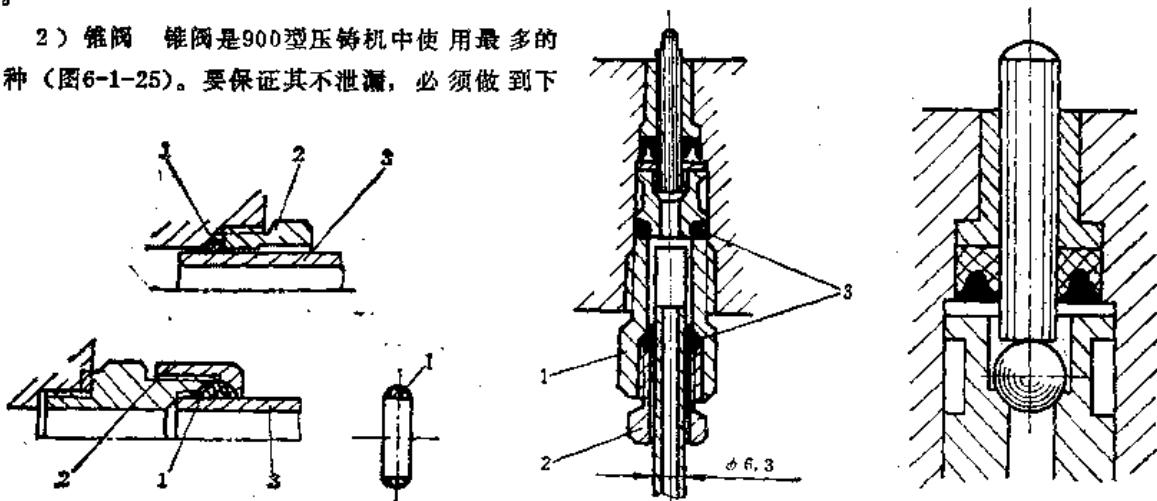

图6-1-21 压缩管接头
① 管接头各部分尺寸和螺纹的螺距应按表6-1-9所列数据选用和制造。
② 垫圈座的内径与接头上的压紧垫圈的凸肩的直径配合间隙不能过大，保持在 0.1 mm 之内，以免塑料垫圈被挤出来。
③ 与垫圈接触的两端面要平整，并应垂直于其轴心线。
④ 在安装时，必须把管子校正到合适位置，使之与相接的管接头能很自然地对合，没有翘曲。
3) 压缩圈管接头 如图6-1-21所示的管接头，管子端部需要旋压一道圆滑的沟槽，套上螺母和压缩圈。